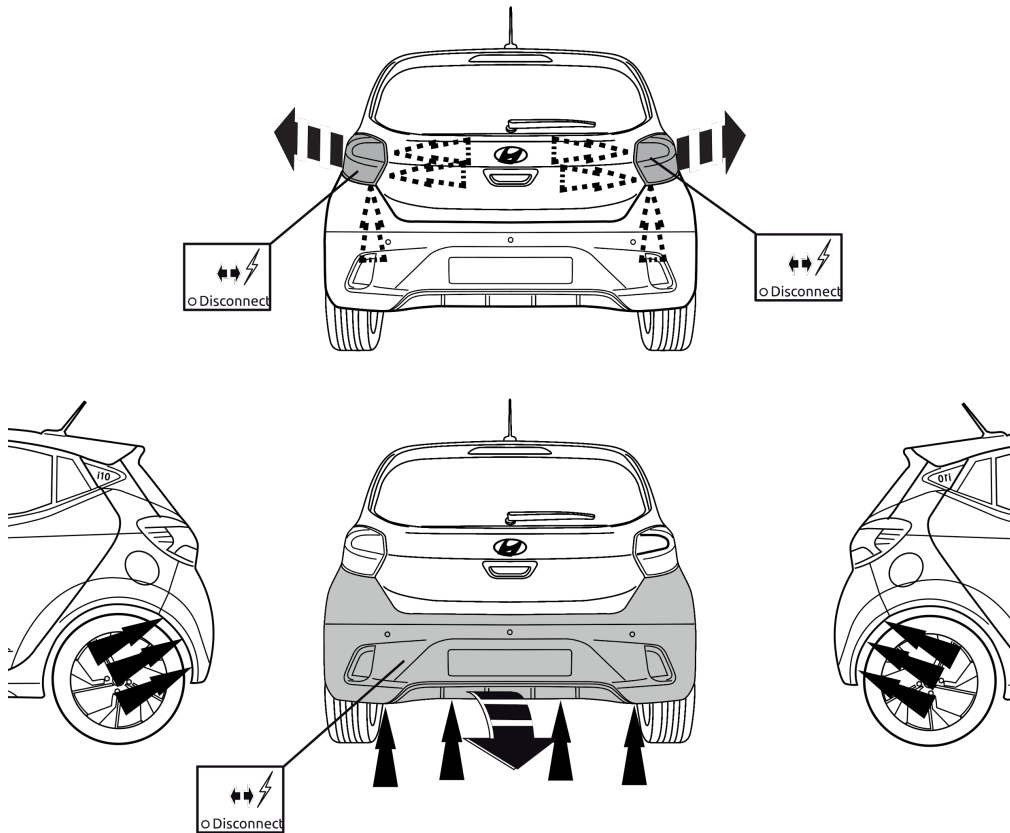

Fig. 1
1. Снять оба блока задних фар. Снять пластмассовые защитные колпаки. Снять бампер. См. рисунок 1.